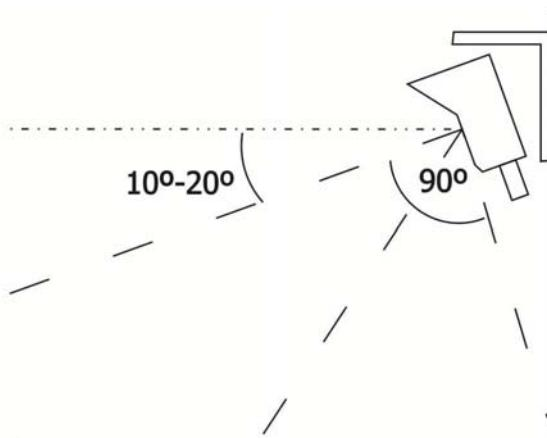

Рисунок 3 Установка извещателя
7.4 Извещатель, по возможности, должен быть направлен на предполагаемое место возгорания под углом не менее 10...20° к горизонту (см. рисунок 3). Это препятствует загрязнению оптики. Необходимо, чтобы в поле зрения извещателя попадала только охраняемая зона. Это позволит уменьшить влияние возможных помех и, как следствие, ложные срабатывания. Установку углов производить при отпущеных (с помощью регулировочного ключа из комплекта поставки) регулировочных винтах.
7.6 Произвести подключение проводов на клеммы платы в соответствии с выбранной схемой (рисунок 3 приложения А). Ограничительный Rогр. и окончные резисторы Rg выбираются в соответствии с документацией на ППК.